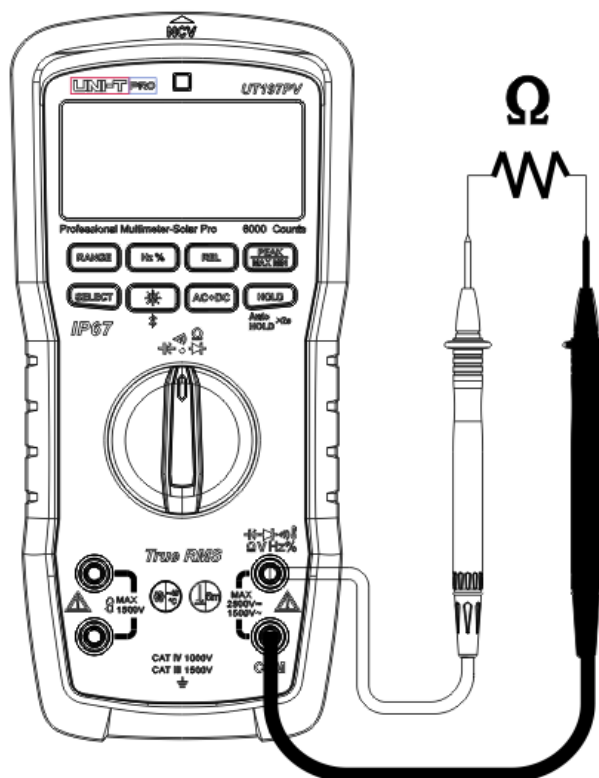

Figure 10
7. Mesure de la r é s i s t a n c e (Figure 10)